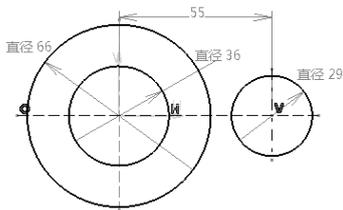

图 5-130
- 单击“圆心”按钮  和“轴”按钮 ，以坐标系原点为圆的圆心，绘制如图 5-130 所示的圆。